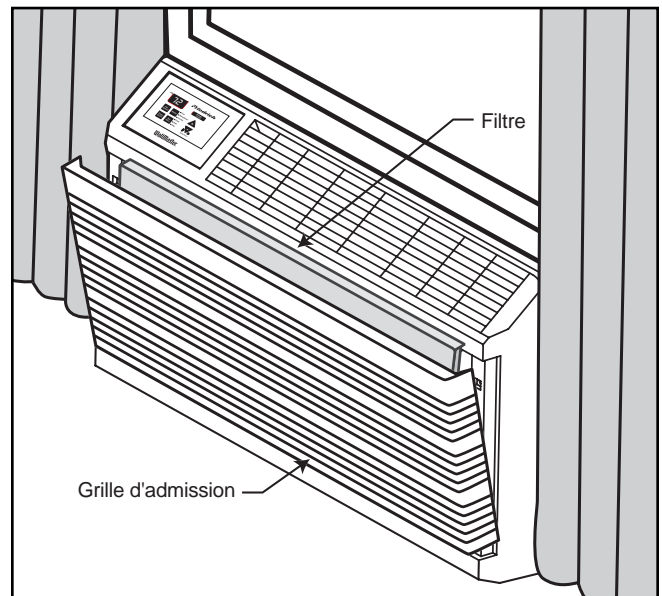

Figure 5
- D. Un joint d'étanchéité de coffret est fourni dans le carton d'expédition du châssis. Le sortir du carton, enlever la feuille de protection de la surface adhésive et l'installer dans le coffret (adhésif vers le bas), comme montré sur la Figure 5.